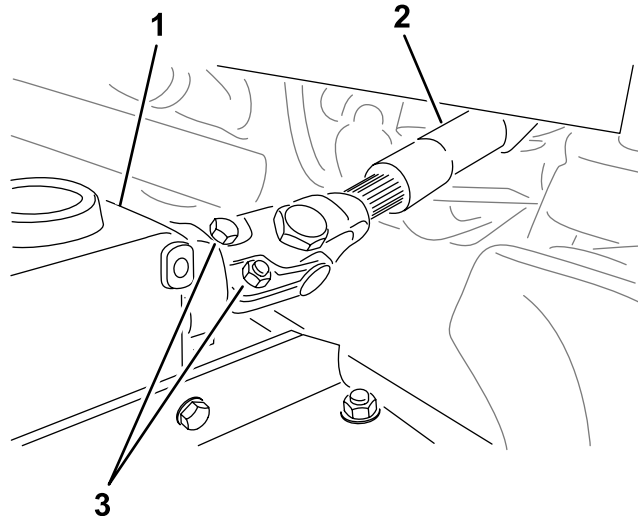

Рисунок 21
5. Выверните болты с гайками с вала отбора мощности (Рисунок 21) и снимите вилку с редуктора.